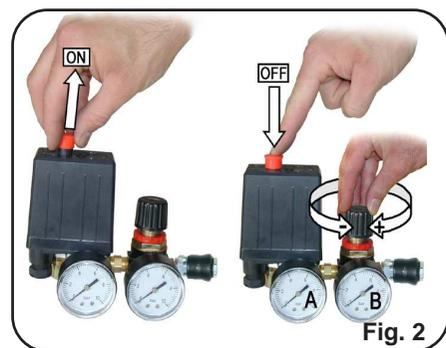

Fig. 2
- Le manomètre **A (Fig. 2)** indique la pression à l'intérieur de la cuve.
Pour régler la pression de sortie d'air, il faut tourner la molette (**Fig. 2**)
- Le manomètre **B (Fig. 2)** indique la pression utilisable en sortie de raccord, n'utiliser l'outil que lorsque la pression dans la cuve est supérieure à la pression d'emploi de l'outil.
- Mettre l'interrupteur en position «Off». (**Fig. 2**)
- la membrane interne au réducteur de pression (fig.2) est déchirée, la remplacer.